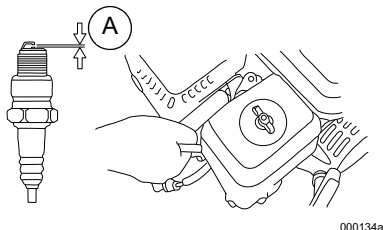

Figure 4-8. Bougie d'allumage
3. Voir **Figure 4-8**. Vérifier l'écartement de la bougie (A) à l'aide d'une jauge d'épaisseur et changer la bougie s'il n'est pas dans les limites indiquées dans la fiche technique du produit.